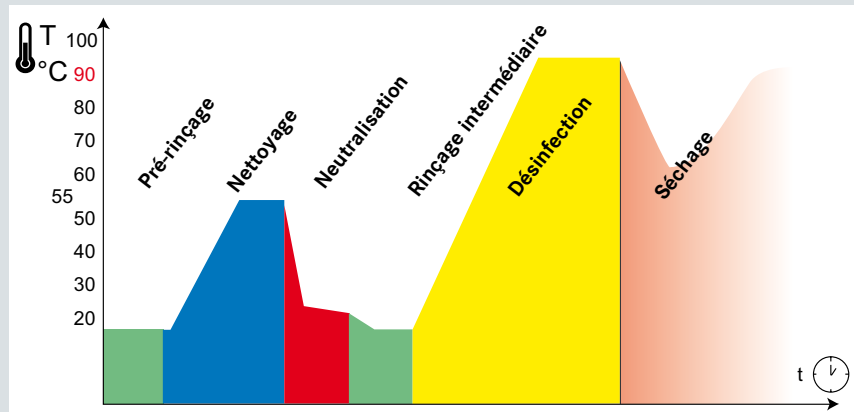

Fig. 1 Diagramme de la séquence du programme Vario TD.
* Si le laveur-désinfecteur Miele n'est pas disponible, respecter les paramètres de la séquence du programme Vario TD (voir fig. 1).
4. Démarrer le programme Vario TD (pour la séquence du programme, voir figure 1) incluant la désinfection thermique.